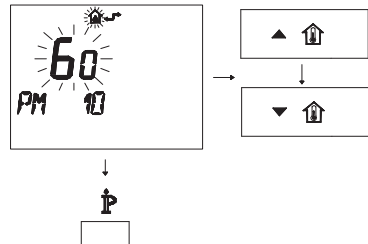

Figura 5.36
- Per modificare il SET programmato agire sui pulsanti **▲** **↑** o **▼** **↑** e aspettare che il numero programmato cominci a lampeggiare (Figura 5.36).